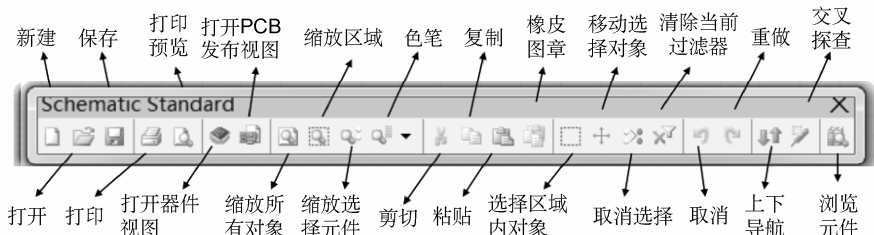

图 3-5 Schematic Standard (原理图标准) 工具栏
1) Schematic Standard (原理图标准) 工具栏: 提供原理图设计的一些基本操作命令, 如图 3-5 所示, 这些命令的说明见表 3-1。